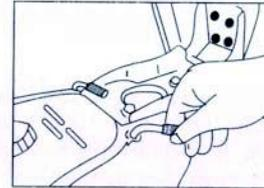

Abb. 32
- 1.2 Lösen Sie die Schraube wie in Bild 32 beschrieben.